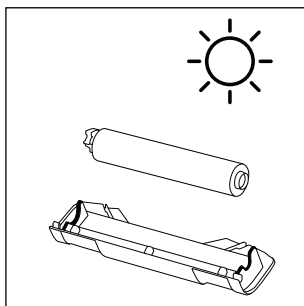

Fig. 37
- ◆ Deje que el rodillo de cepillos ❹ y la protección antisalpicaduras ❺ se sequen completamente antes de volver a montarlos en el aparato (consulte la fig. 37).